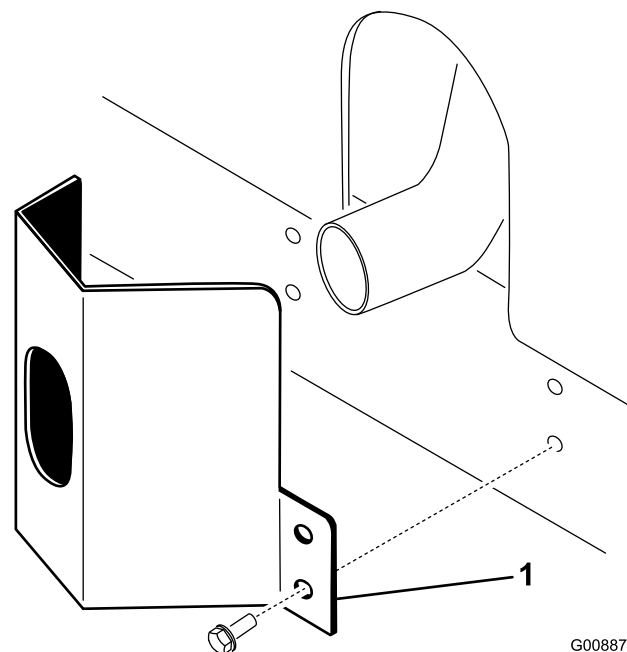

Bild 10
2. Befestigen Sie das Auspuffschutzblech mit vier Blechschrauben am Rahmen (**Bild 10**).
1. Positionieren Sie das Auspuffschutzblech um den Schalldämpfer, während Sie gleichzeitig die Befestigungslöcher auf die im Rahmen abstimmen (**Bild 10**).